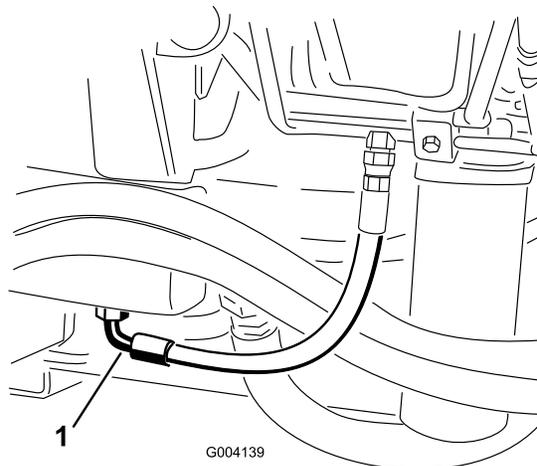

Figura 67
2. Coloque un recipiente grande debajo del acoplamiento situado en la parte inferior del depósito de fluido hidráulico (Figura 67).